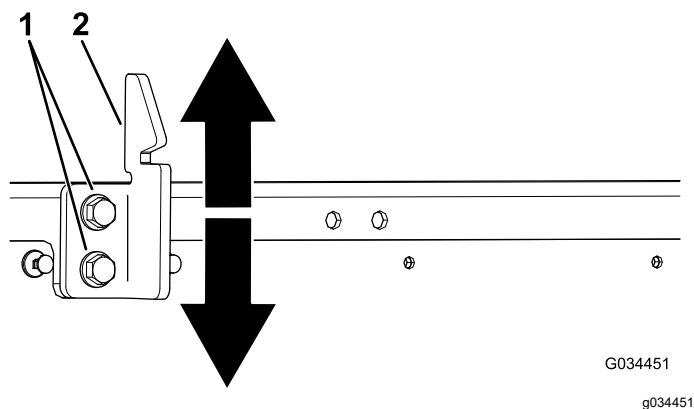

Figura 59
3. Desaperte os dois parafusos na régua do trinco da plataforma e mova a régua para cima ou para baixo, dependendo se a régua está muito alta ou muito baixa (Figura 59).
4. Aperte os dois parafusos na régua do trinco da plataforma (Figura 59).